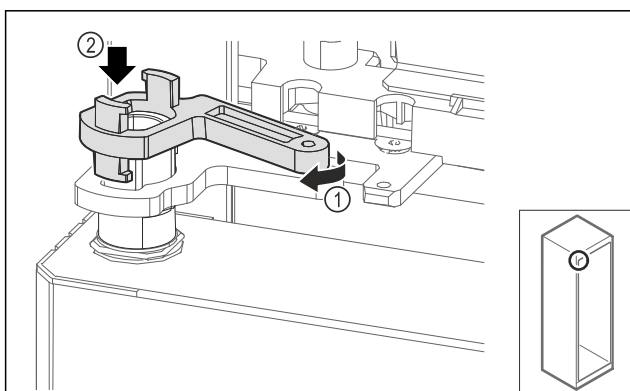

Fig. 70
- ▶ Narahlo obrnite zapiralni ležajni podstavek Fig. 70 (1) in ga namestite na tulec Fig. 70 (2).